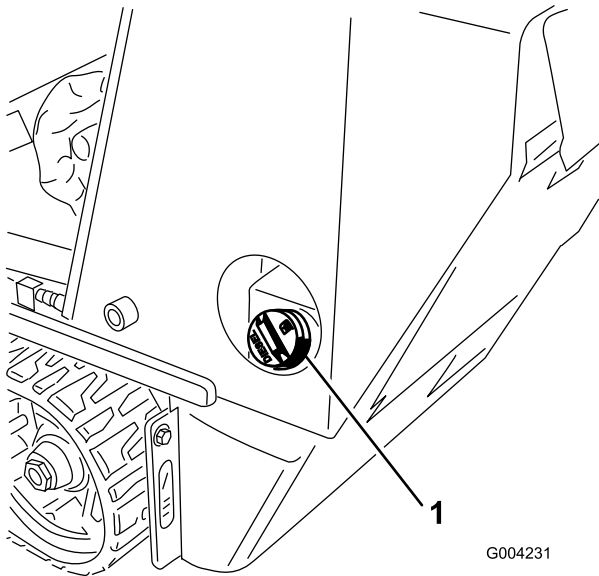

Figure 11
1. Retirez le bouchon du réservoir de carburant (Figure 11).